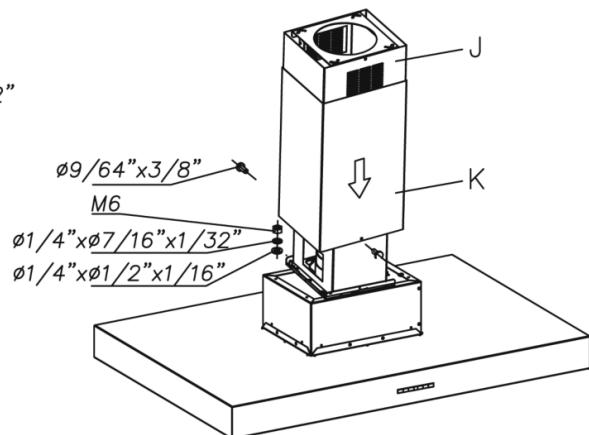

Fig. 5
- Introducir el tubo K y mantenerlo levantado (Fig. 5).
- Fijar la campana a la estructura telescopica mediante las 4 tuercas y arandelas. (Fig. 5).
- Bajar el tubo K y fijarlo a la campana con 2 tornillos. (Fig. 5).
- A continuación debe fijarse el soporte G en el extremo superior de la pared asegurándose de que la alineación respecto al tubo telescopico es la correcta. Extender la parte móvil del tubo B hasta alcanzar el soporte G y fijarlo con dicho soporte mediante los dos tornillos laterales. (Fig. 5).